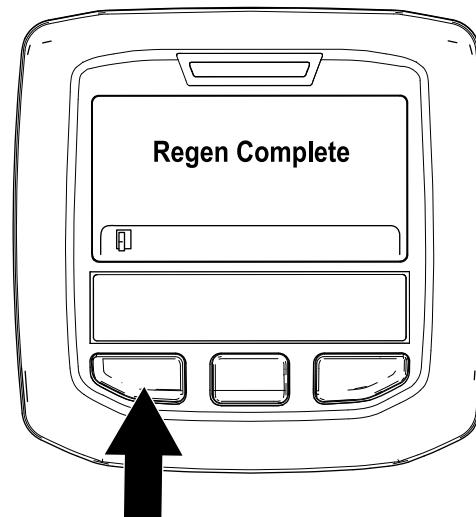

Figura 39
9. La rigenerazione parcheggiata è completa quando nell'InfoCenter appare il messaggio "Regen Complete" (Rigen. completa). Premete il pulsante sinistro per uscire e tornare alla schermata Home (Figura 39).